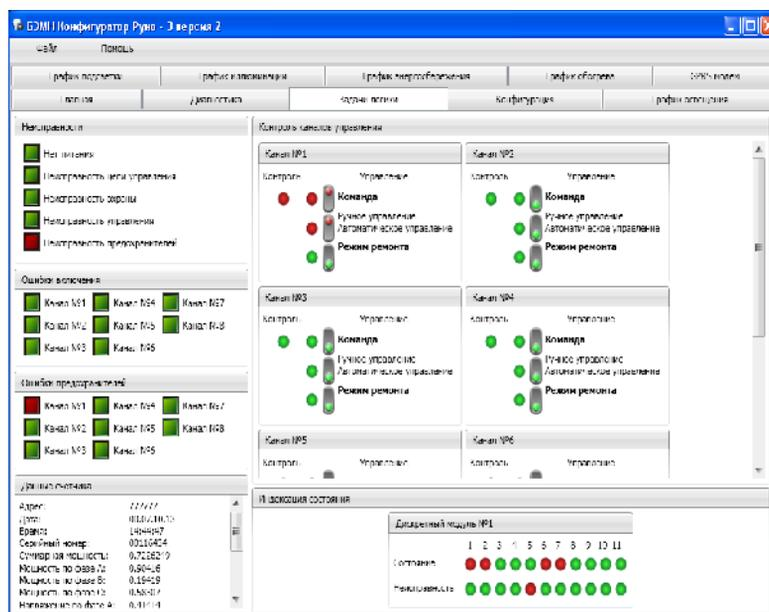

Рисунок 7
6.4 В вкладке «ЗАДАЧИ ЛОГИКИ» рассматривается работа логики «РУНО 3» по заданной конфигурации устройства (рисунок 7). Данное окно вкладки также поделено на области:
в) «Контроль каналов управления». Зеленый цвет индикатора и нижнее положение тумблера означает выключенное состояние (или работа в автоматическом режиме управления (по графику)). На примере выше (рисунок 7) управление каналом №1 находится в ручном режиме и подана команда на включение реле, а «Режим ремонта» отключен. Индикатор «Контроль» горит красным, если на дискретный вход контроля цепи управления приходит сигнал (напряжение), зеленым – если не приходит (при этом отображается неисправность цепи управления в области «Неисправности»).